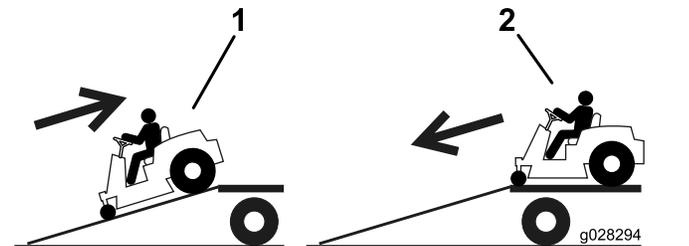

Figura 22
2. Baje la máquina por la rampa conduciendo hacia adelante (Figura 22).